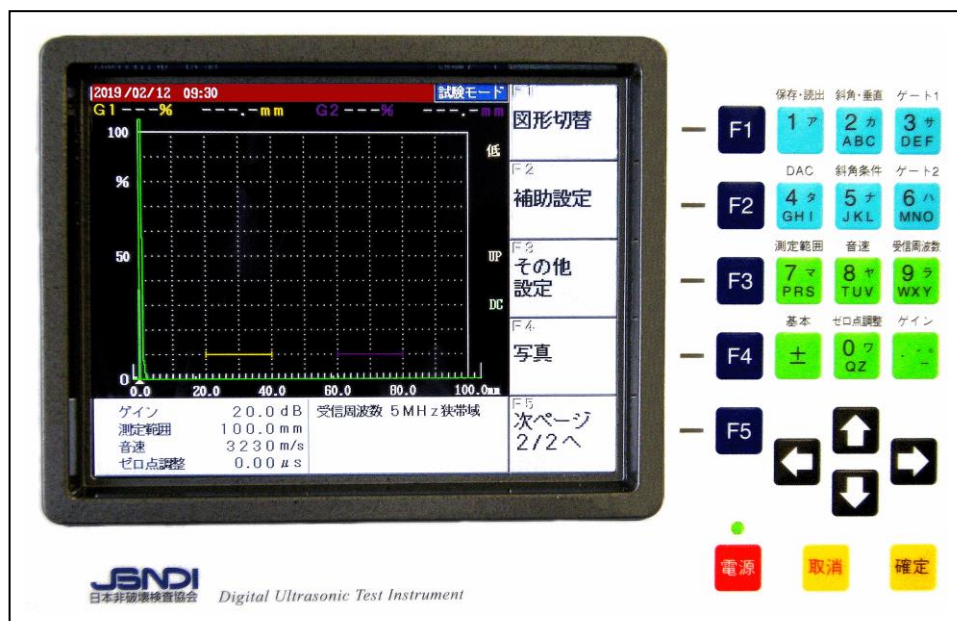

図 1 初期画面
- 初期画面は、図 1 に示すとおりで、画面下部にゲイン、測定範囲、音速、ゼロ点調整、受信周波数が表示されている。初期化直後には、測定範囲は 100mm、音速は 3230m/s である。ゲート 1 の起点は 20mm で幅が 20mm、ゲート 2 の起点は 60mm で幅が 20mm、ゲート高さはいずれも 10% になっている。